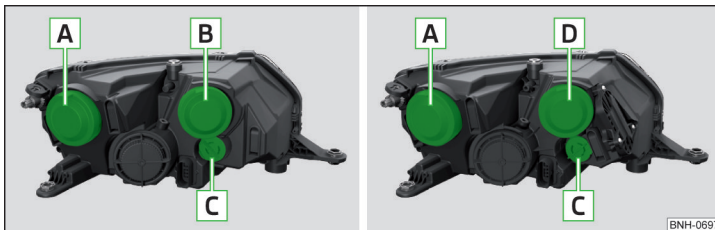

Fig. 262 Farul din stânga: Faruri cu halogen/ faruri cu halogen cu lumină de zi cu leduri
Disponerea becurilor cu incandescență » fig. 262
- Scoateți capacul de protecție **B** » fig. 262 la pagina 229.
- › Așezați capacul de protecție **B** » fig. 262 la pagina 229.
- › Scoateți capacul de protecție **B** » fig. 262 la pagina 229.
- › Scoateți capacul de protecție **A** » fig. 262 la pagina 229.
- › Așezați capacul de protecție **A** » fig. 262 la pagina 229.
- Scoateți capacul de protecție **D** » fig. 262 la pagina 229.
- Așezați capacul de protecție **D** » fig. 262 la pagina 229.